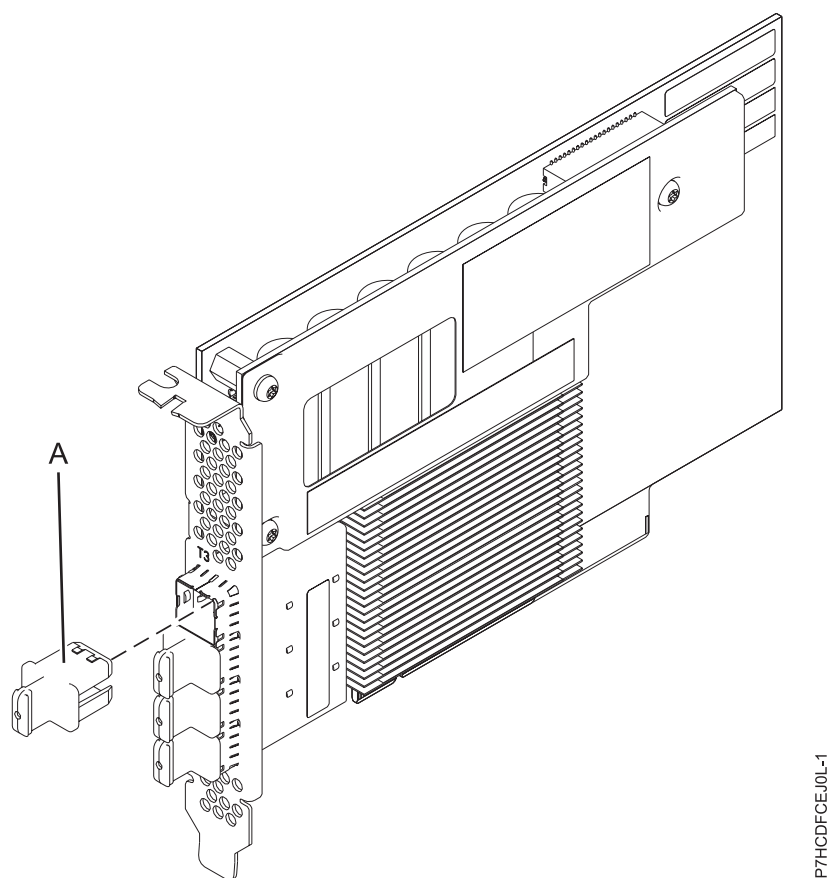

Figura 20. Adaptador PCIe3 RAID SAS de 12 GB de memoria caché y 6 Gb
La Figura 20 muestra el adaptador PCIe3 de memoria caché de 12 GB, de cuatro puertos y 6 Gb. El conector (A) se instala en un puerto vacío e impide daños en ese puerto cuando se conecta o retira un cable para los conectores de puerto adyacentes.
El adaptador EJ0L es un adaptador corto de altura completa y anchura simple. La Figura 20 muestra el adaptador EJ0L. Cada adaptador EJ0L necesita otro adaptador EJ0L situado en el mismo u otro servidor,